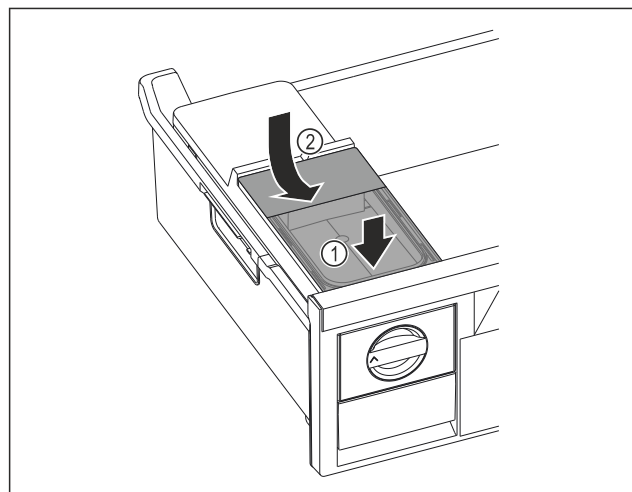

Fig. 92
- ▶ Collegare il serbatoio dell'acqua alla parte anteriore. Fig. 92 (1)
- ▶ Abbassare il serbatoio dell'acqua posteriore. Fig. 92 (2)